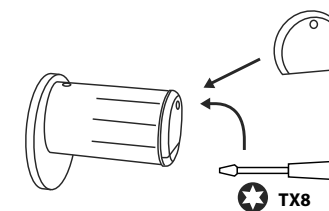

Fig. 4
- 4 Replacez le couvercle avant et vissez-le fermement (Fig. 4).